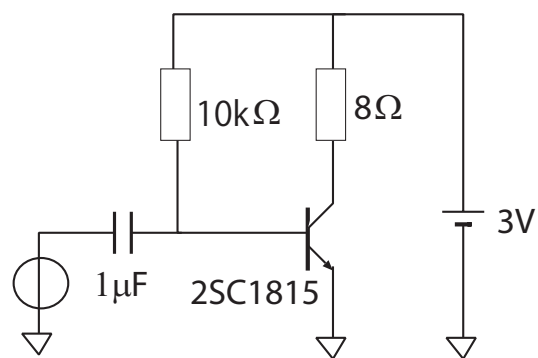

図 6.11: 例題
2. 図 6.11 の回路で交流を入力して各部分の波形を確認しよう.